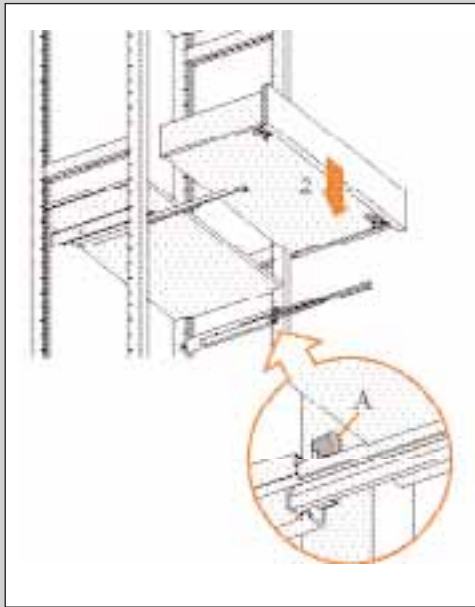

ABBILDUNG 18
Achten Sie darauf, dass die Schublade nicht auf den vorstehenden hinteren Haken (A) aufliegt (Abb. 18).